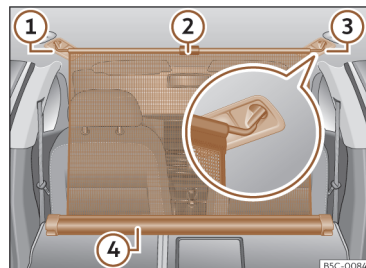

Fig. 184 Na bagageira: rede de separação fixa com os encostos do banco traseiro rebatidos.
- Puxe a aba para acima >>> **Fig. 184 ②** para tirar a rede da carcaça **④**.
- Prender a rede de separação do lado esquerdo ou direito >>> **Fig. 184 ③** (imagem ampliada).
- Prender a rede de separação no alojamento do outro lado >>> **Fig. 184 ①** puxando a barra.
A rede de separação está montada corretamente quando as extremidades em forma de T estão fixas com firmeza nos alojamentos correspondentes >>> **Fig. 184 ③** e **①**.
- Enrole a rede na carcaça >>> **Fig. 184 ④** baixando-a manualmente.